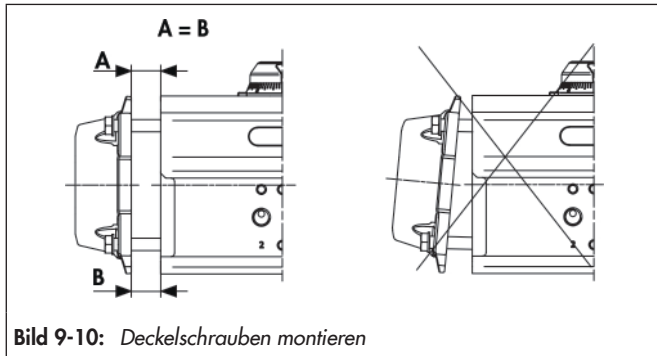

Bild 9-10: Deckelschrauben montieren
- ⇒ Deckel montieren und einen konstanten Abstand ($A = B$) zwischen Gehäuse des Schwenkantriebs und Deckelschnittstelle einhalten, vgl. Bild 9-10.